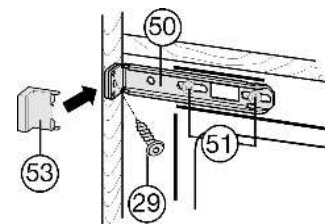

Fig. 18
- ▶ Немного ослабьте винты Fig. 18 (51).
- ▶ Закрепите верхний крепежный уголок Fig. 18 (50) с помощью винтов для стружечной плиты Fig. 18 (29) $\varnothing 4 \times 19$ на стенке мебели.
- ▶ Удалите выступающий конец крышки Fig. 18 (53).
- ▶ Затяните винты Fig. 18 (51).
- ▶ Установите крышку Fig. 18 (53).